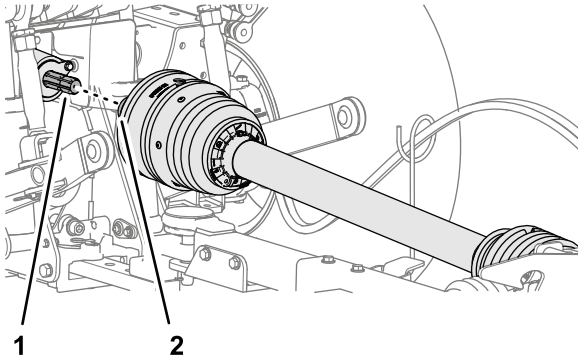

Bild 30
1. Richten Sie die Schnelltrennkupplung der Zapfwelle mit der Abtriebswelle für die Zapfwelle aus (Bild 30).